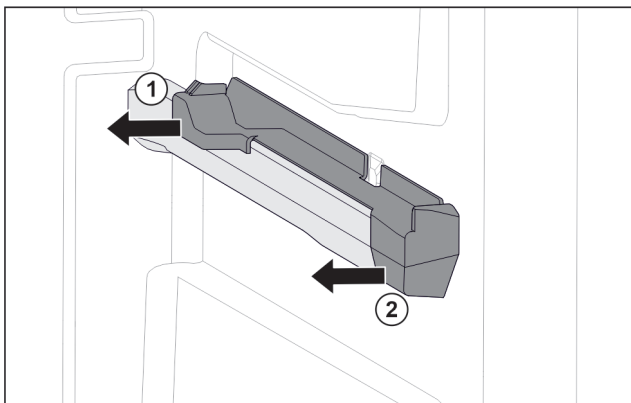

Fig. 127 Вставная часть на правом контейнерном ребре
- ▶ Отодвиньте вставную часть сзади в сторону. Fig. 127 (1)
- ▶ Отодвиньте вставную часть спереди в сторону. Fig. 127 (2)